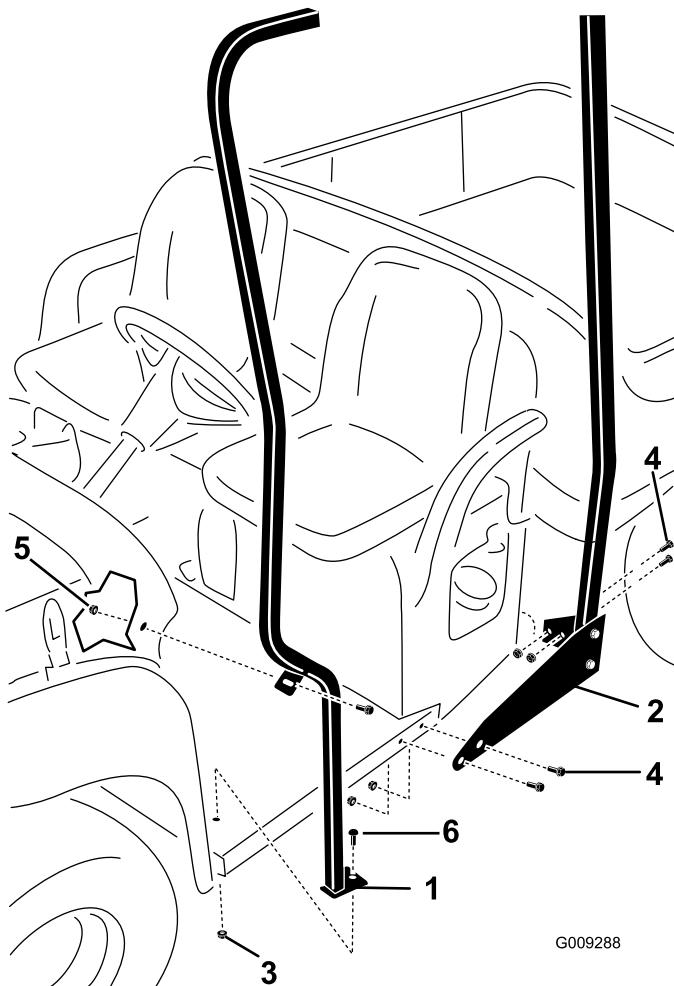

Figura 3
- Instale sem apertar os conjuntos de tubo traseiro e suportes na máquina utilizando oito parafusos (5/16 x 1 pol.) e oito porcas flangeadas (5/16 pol.), como se mostra na Figura 3.
- Instale o tubo de suporte frontal esquerdo na máquina como se mostra na Figura 3.
6. Remova o parafuso e porca traseiros que prendem o painel ao suporte frontal da estrutura no lado esquerdo da máquina (Figura 3).
7. Instale sem apertar os suportes frontais no piso da máquina (Figura 3).